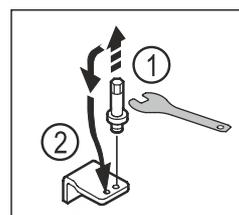

Fig. 17
- ▶ Bolzen des unteren Lagerbocks mit Außensechskantschlüssel SW5 herausdrehen. Fig. 17 (1)
- ▶ Bolzen auf der Gegenseite einsetzen. *Fig. 17 (2)*